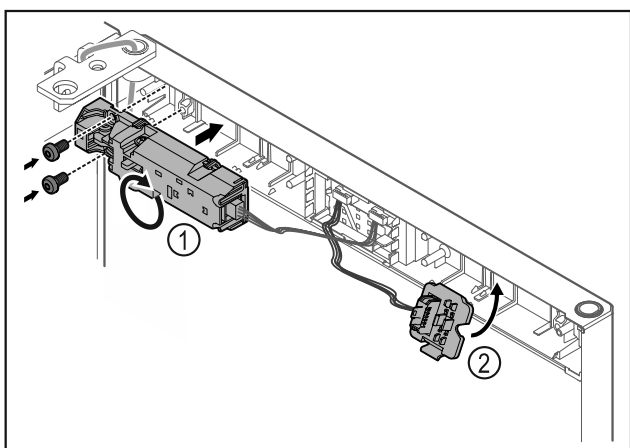

Fig. 18
- ▶ Vrid fjärrlåset Fig. 18 (1) 180 grader och sätt fast på den motsatta sidan.
- ▶ Tryck fast kontakthållaren Fig. 18 (2) på den motsatta sidan.